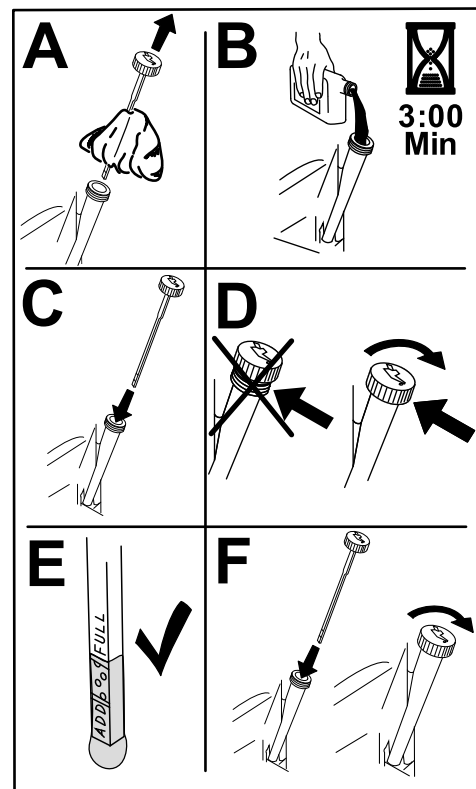

Figura 37
6. Vierta lentamente un 80% aproximadamente del aceite especificado por el tubo de llenado, luego añada lentamente el resto del aceite hasta que llegue a la marca de **Lleno** (Figura 37).